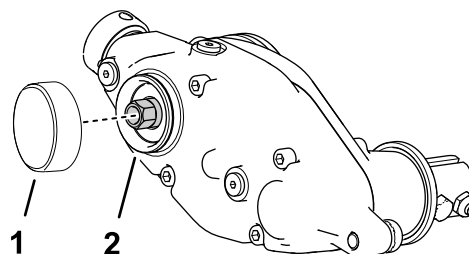

Figura 9
1. Aplicați un compus de fixare și legare piese cilindrice de duritate medie (precum Green Loctite 609®) în jurul canalului inelului de fixare și suprafeței diametrului exterior (Figura 9).
2. Montați capacul în modul indicat în Figura 9.